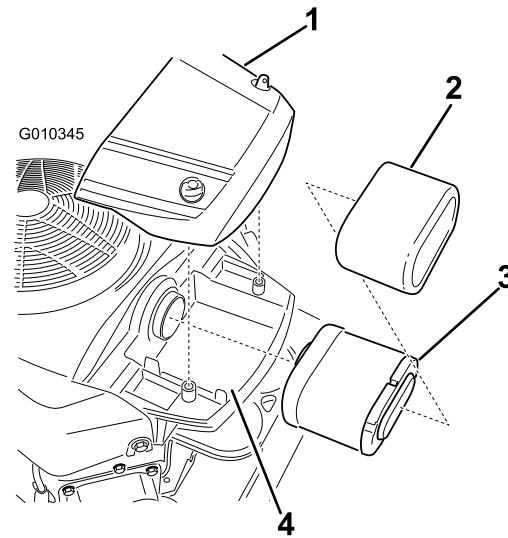

Figura 34
1. Afloje los pomos de la tapa del limpiador de aire y retire la tapa para tener acceso al elemento del limpiador de aire (Figura 34).
2. Tire hacia arriba del borde exterior hasta que el limpiador de aire se separe (Figura 34).